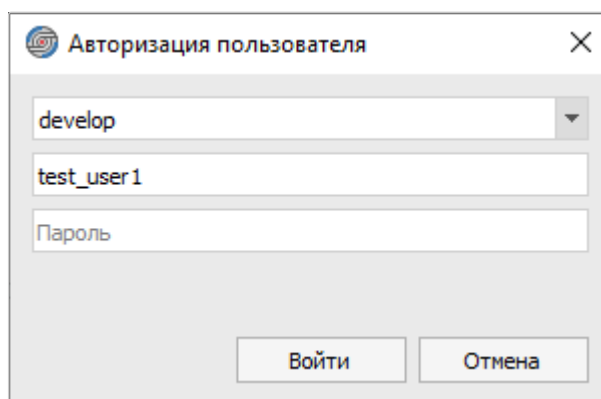

Рисунок 2. Диалоговое окно «Авторизация пользователя»
- 3) В открывшемся диалоговом окне «Авторизация пользователя» произвести следующие действия (см. рисунок 2):